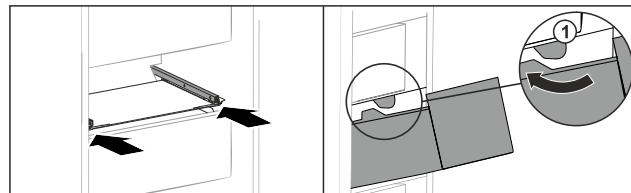

Fig. 201
- Far passare il cassetto intorno ai fermi Fig. 201 (1).